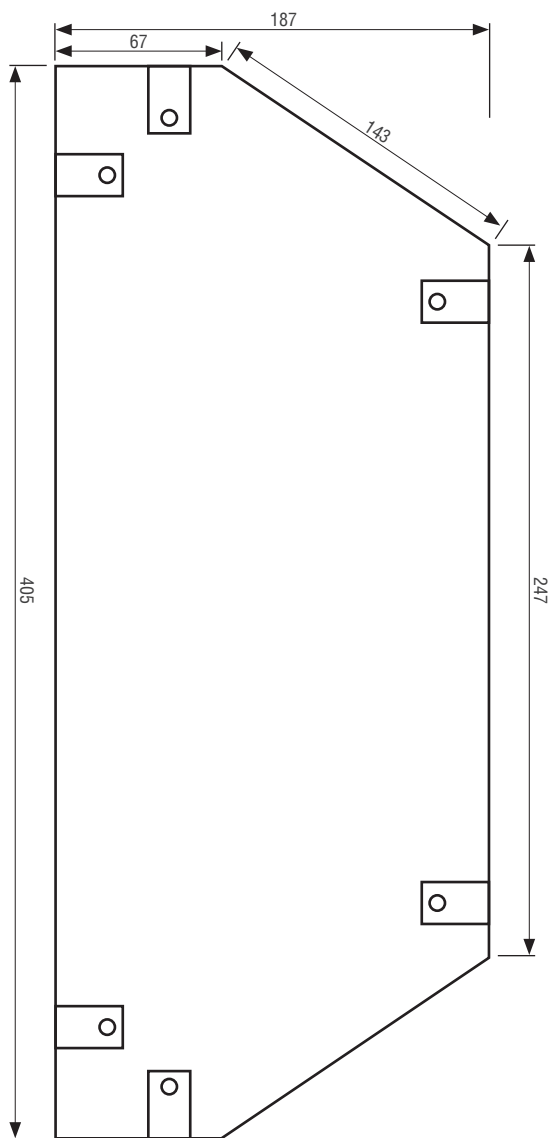

Рисунок 3. Размеры шаблона
2. Вырежьте из картона шаблон следующих размеров (рисунок 3)